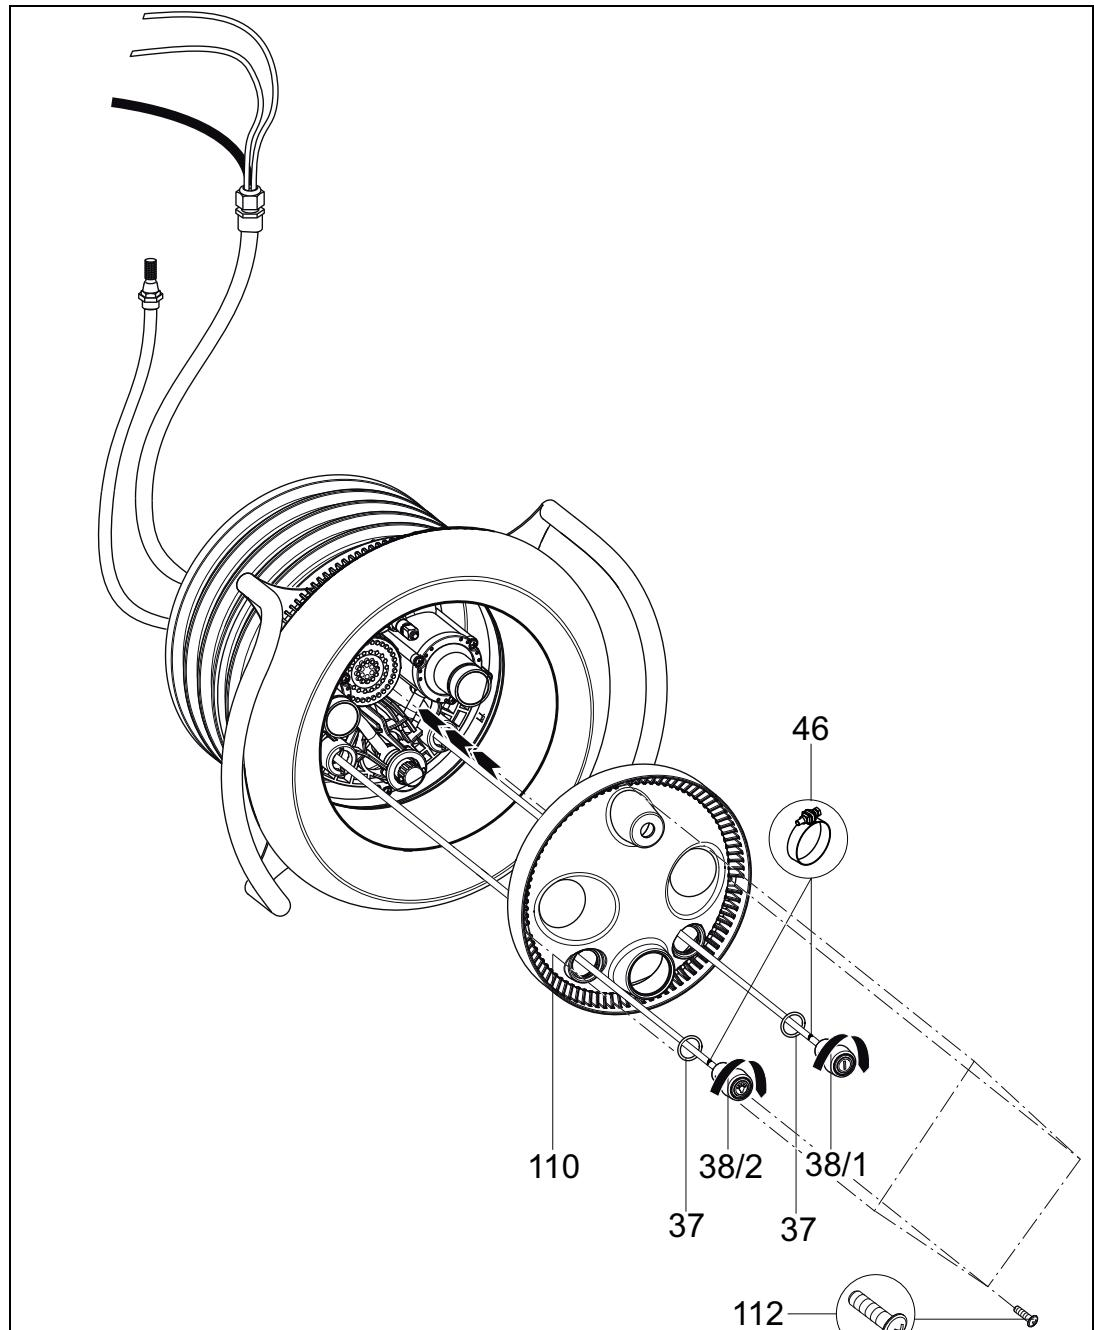

Abb. 12
10. Pneumatikschläuche durch die unteren/äußeren Öffnungen der Lichtabdeckung (**110**) führen (Licht EIN/AUS links; Pumpe EIN/AUS rechts). Die Lichtabdeckung (**110**) auf das Düsengehäuse (**102.1**) zentrisch ausrichten und mit vier Schneidschrauben (**112**) befestigen (*Abb. 12*).
11. Jeweils ein O-Ring (**37**) auf einen Pneumatiktaster (**38/1;38/2**) aufschieben. Pneumatikschläuche an entsprechenden Tastern mit Schlauchklemmen (**46**) befestigen. Die beiden Pneumatiktaster durch die Lichtabdeckung (**110**) in das Düsengehäuse stecken und durch drehen im Uhrzeigersinn verriegeln (*Abb. 12*).